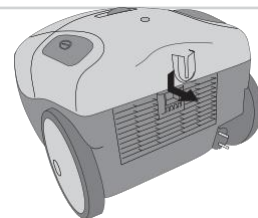

Figure 13 Démontage du filtre de sortie.
2. Ouvrez le couvercle du filtre de sortie en tirant sur le mécanisme d'ouverture, selon la flèche, voir la figure 13.